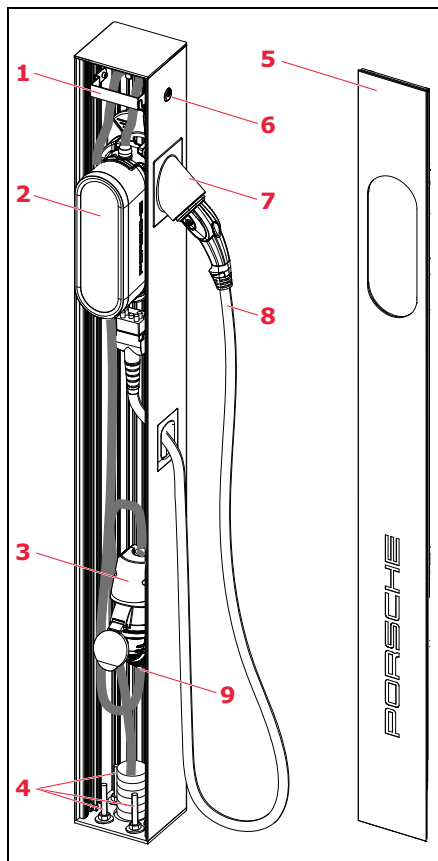

Fig. 1 : Récapitulatif des pièces
- Adaptateur de prise spécifique au pays pour le logement de la prise de charge (voir Fig. 1, pos. 7)